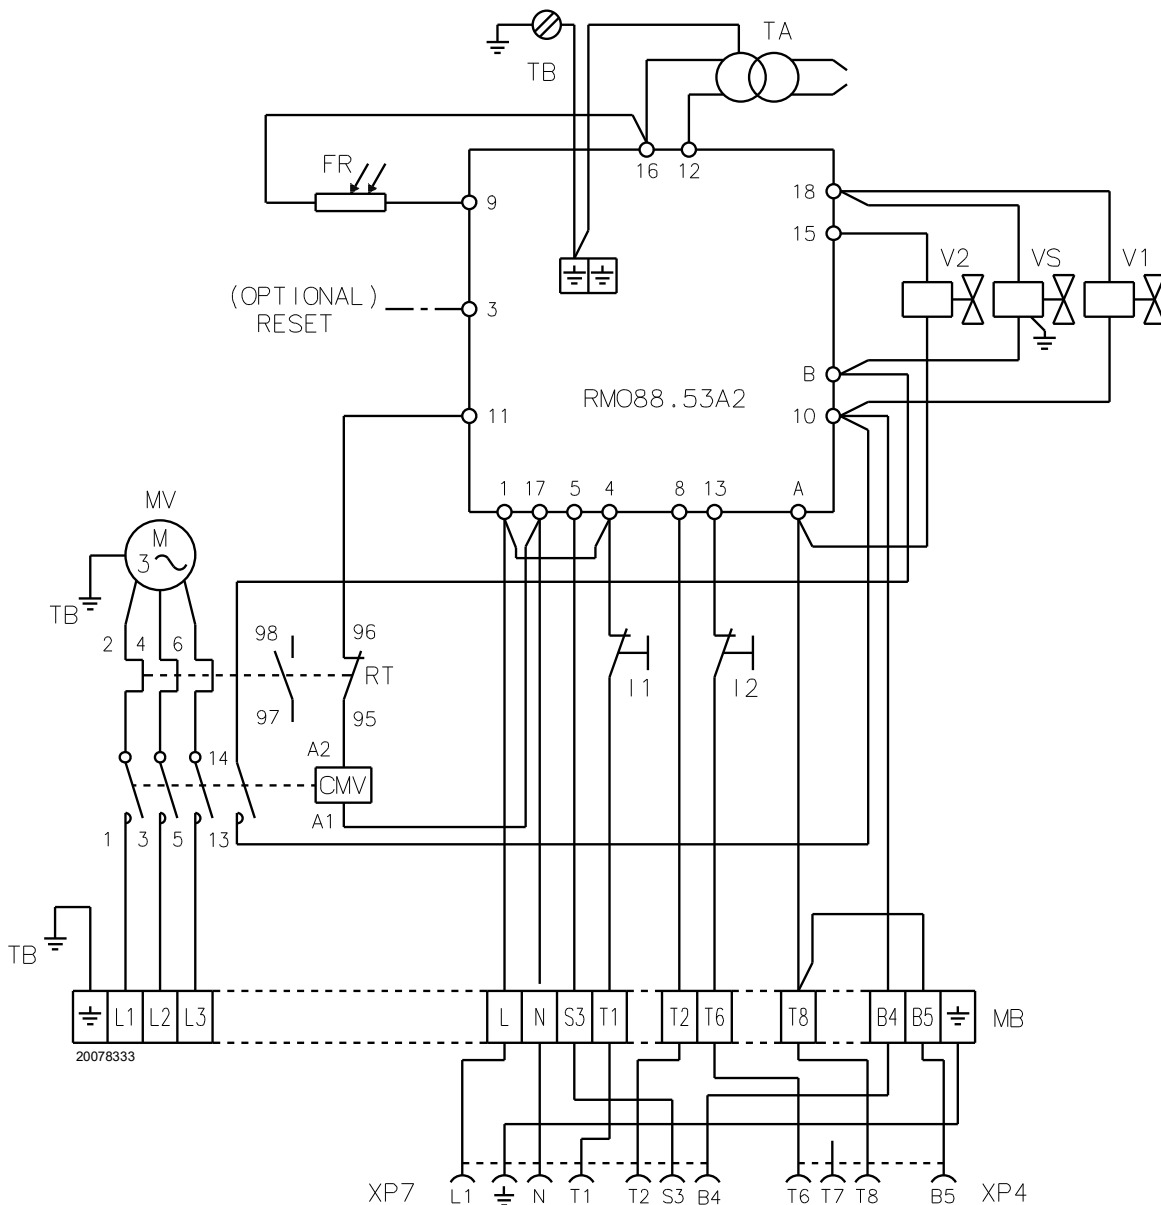

Fig. 20
Seção dos cabos e fusíveis (Fig. 20), ver Tab. D.
Caso contrário, se desejar que o queimador funcione a uma chama, inserir, em substituição do termostato TR, uma ponte entre os bornes T8 e T6 (Fig. 20).
Legenda (Fig. 20)
- Os queimadores saem de fábrica para funcionar a duas chamas e deve, portanto, ser ligado o termostato TR. Caso contrário, se desejar que o queimador funcione a uma chama, inserir, em substituição do termostato TR, uma ponte entre os bornes T8 e T6 (Fig. 20).